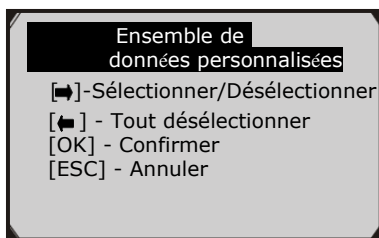

Figure 5.16
- 2) Observez les instructions à l'écran. (Figure 5.16). Appuyez sur le bouton **OK** pour continuer ; appuyez sur le bouton **ESC**, ou utilisez les boutons **GAUCHE/DROITE** pour sélectionner **NON** et appuyez sur le bouton **OK** pour revenir au menu **Enregistrement des données**.